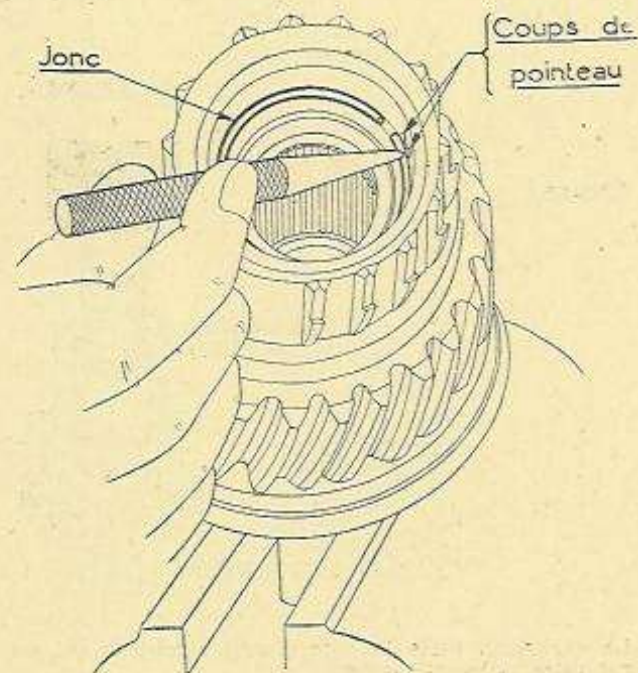

Figure 32.
- Pour démonter le jonc C 34 à l'intérieur de l'arbre moteur, donner deux ou trois coups de pointeau à proximité de la coupe pour faciliter l'accès du tournevis (fig. 32).